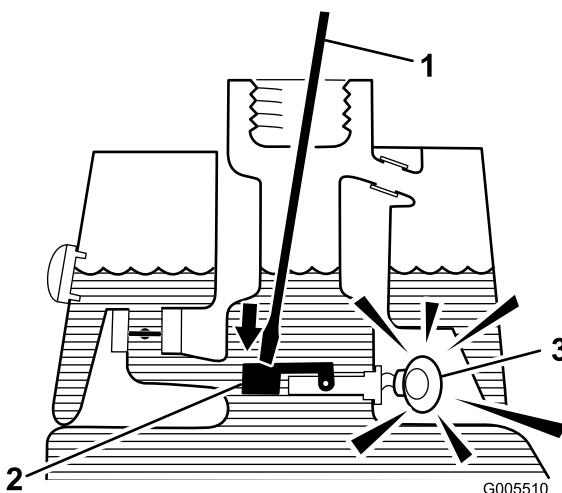

Figura 31
- Insira uma barra ou uma chave de parafusos no bocal do depósito e empurre com cuidado o comutador de bóia (Figura 31). O alarme deverá ser activado ao fim do período de desfasamento de um segundo.